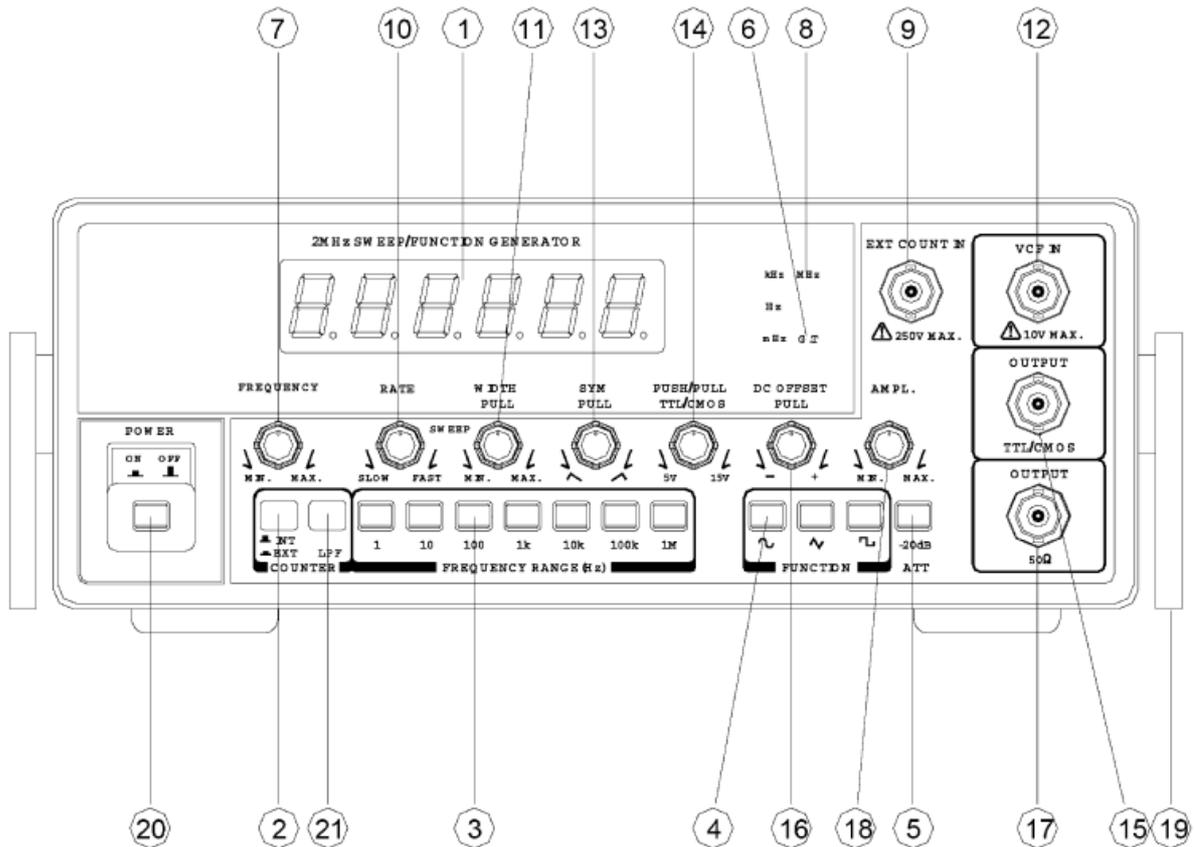

Figura 6-3: Painel frontal do gerador de função digital utilizado.
O gerador é um equipamento capaz de produzir uma d.d.p., variável no tempo na forma de uma função periódica que pode ser escolhida entre uma função senoidal, uma função triangular e uma função retangular (pulsos). A Figura 6-3 mostra o aspecto do painel frontal do gerador. A seleção da função se faz pela utilização das chaves FUNCTION (4) na parte inferior do painel do instrumento. As formas de onda de saída são: senoidal, triangular ou quadrada. A faixa de frequência é selecionada através das chaves FREQUENCY RANGE (3) e a frequência de saída é controlada pelo dial FREQUENCY (7).
Ligue o gerador de função, nos botões 4 (Figura 6-3) selecione a função senoidal, ajuste a frequência (7) em qualquer valor entre 0,5 e 1 Hz (altere as teclas (3), se necessário) e gire o controle de amplitude (18) para a metade do valor máximo.